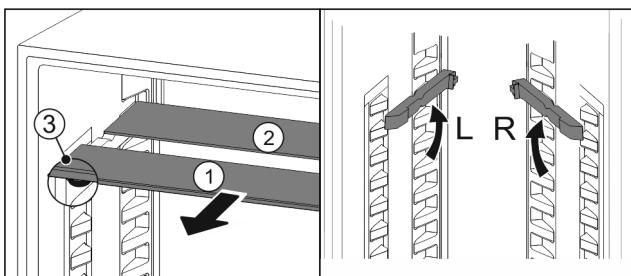

Fig. 60
- Посуньте Fig. 60 (1) скляну панель вперед.
- Скляна панель Fig. 60 (1) з декоративною планкою лежить спереду.
- Стопори Fig. 60 (3) показують вниз.